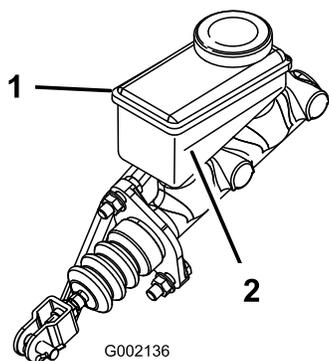

**Рисунок 64**
4. Поднимите капот, чтобы получить доступ к главному тормозному цилиндру и бачку (Рисунок 64).
- A. Очистите область вокруг крышки бачка и снимите крышку (Рисунок 64).
- C. Установите на место крышку бака (Рисунок 64).